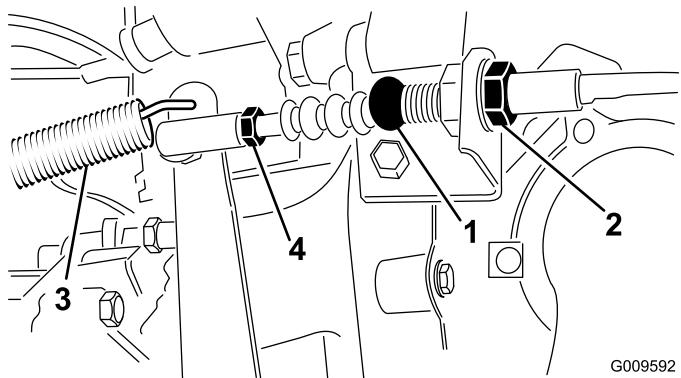

Figure 68
1. Desserrez les écrous de blocage qui fixent le câble d'embrayage au support sur le carter d'embrayage (Figure 68).